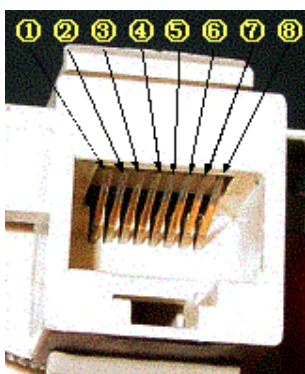
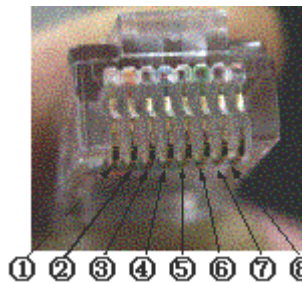

图 1-2 RJ-45 连接器
图 1-3 RJ-45 连接器旋转 180 度
RJ-45 连接器包括一个插头和一个插孔（或插座）。插孔安装在机器上，而插头和连接导线（现在最常用的就是采用无屏蔽双绞线的 5 类线）相连。EIA/TIA 制定的布线标准规定了 8 根针脚的编号。如果看插孔，使针脚接触点在上方，那么最左边是①，最右边是⑧，如图 1-2 所示。
如果看插头，将插头的末端面对眼睛，而且针脚的接触点在插头的下方，那么最左边是①，最右边是⑧，如图 1-3 所示。请注意，有的文献将插头编号的①指定为最右边的针脚，这是因为他们将插头的针脚接触点画在上方（和图 1-2 相比正好旋转了 180 度），但实际上指的还是同样的针脚。